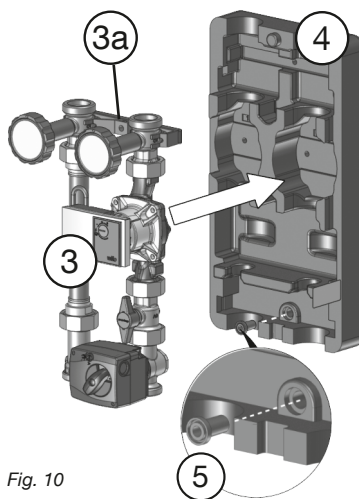

Fig. 10
4. Montare il circolatore sul lato sinistro del supporto a parete e il tubo flangiato nel lato destro (fig. 10)